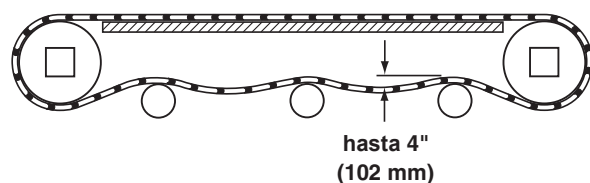

Figura 21
7. Compruebe la holgura de la cinta midiendo desde la parte superior del retorno (Figura 21).